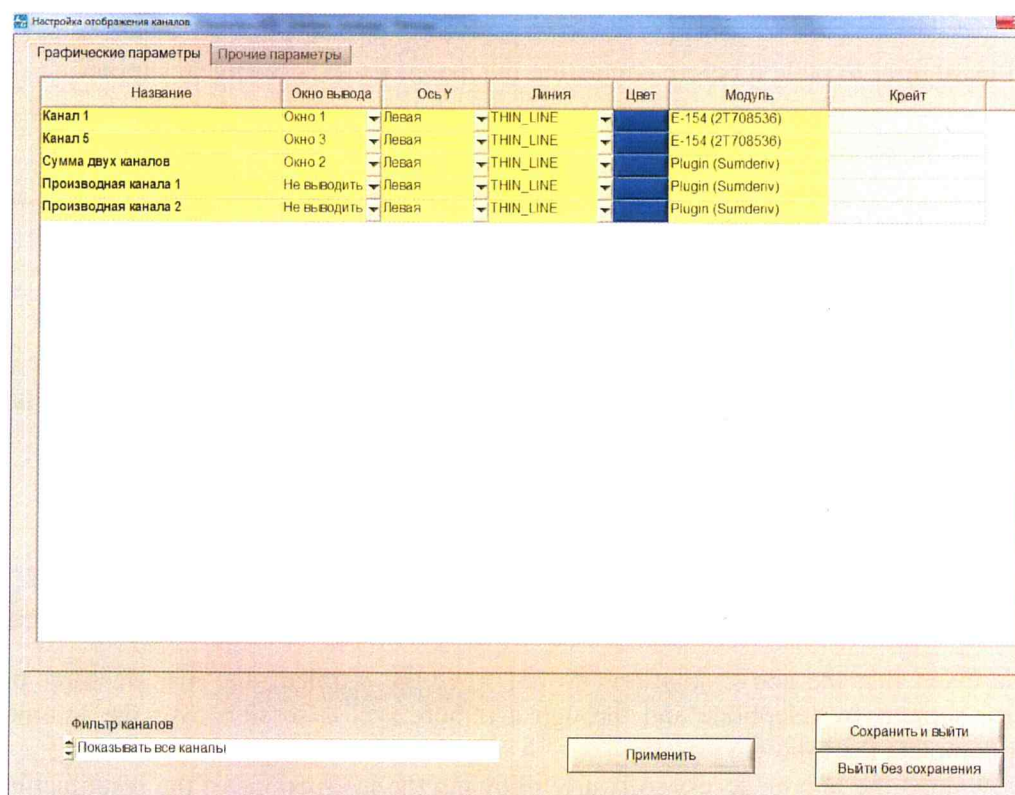

Рисунок 18. Графические параметры
10) В высветившемся окне в параметре «Окно вывода» назначьте на «Канал 1», «Канал 5», «Сумма двух каналов» соответствующие окна вывода, а на «Производная канала 1», «Производная канала 2» статус «Не выводить» (рисунок 18).